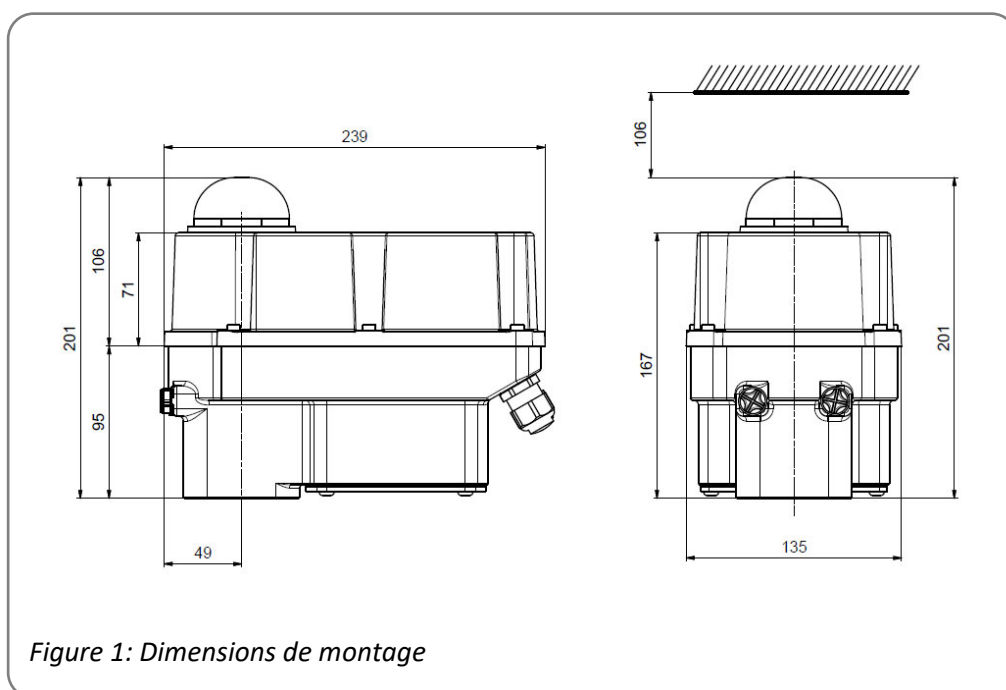
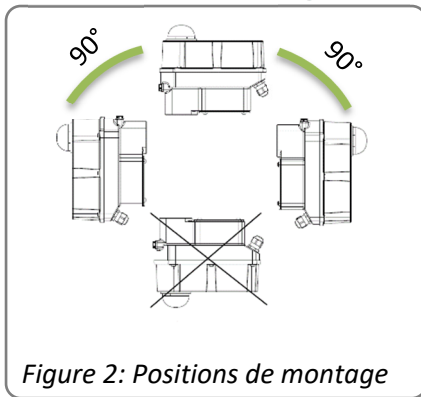

Figure 1: Dimensions de montage
Figure 2: Positions de montage
- Les actionneurs doivent être installés avec un dégagement suffisant pour retirer le couvercle (Figure 1). La position de montage est arbitraire, à l'exception de la position "couvercle vers le bas" (figure 2).